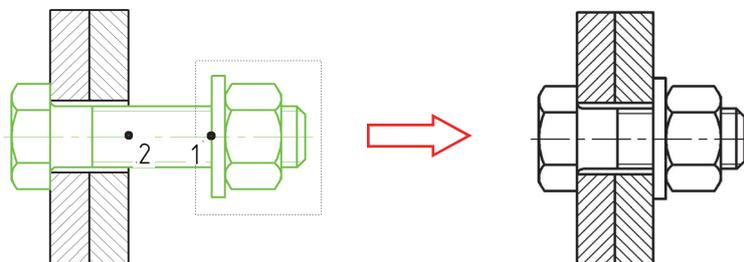

Рис. 2.16
2. Выделить рамкой часть болта с шайбой и гайкой, как показано на рис. 2.16.